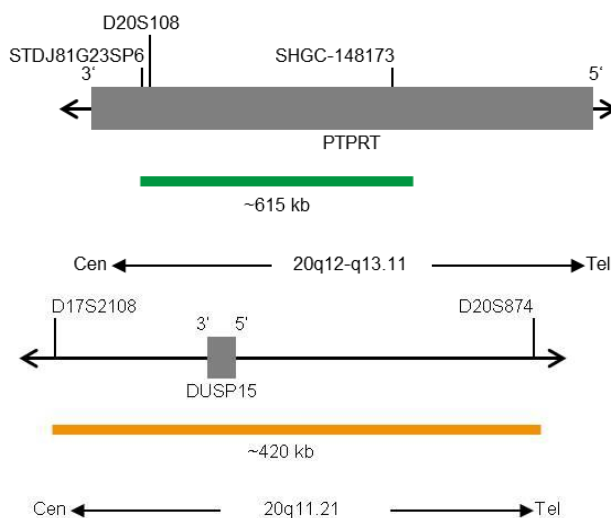

Fig. 1 : En haut : Carte de la sonde SPEC PTPRT ; En bas : Carte de la sonde SPEC 20q11 (pas à l'échelle)
- Polynucléotides marqués au ZyGreen (excitation 503 nm/émission 528 nm) (~10 ng/μl), qui ciblent une séquence de 20q12* (chr20:40,807,040-41,419,634) hébergeant la région du gène PTPRT (voir figure 1).
- Polynucléotides marqués au ZyOrange (excitation 547 nm/émission 572 nm) (~4,5 ng/μl), qui ciblent une séquence de 20q11.21* (chr20:30,301,019-30,719,110) (voir figure 1).